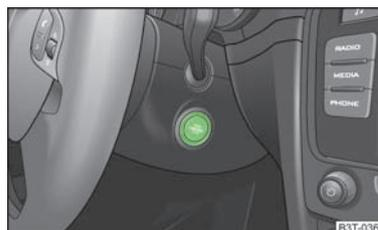

Fig. 114
- Spegnerne il motore o disattivare l'accensione premendo il pulsante dello starter » fig. 114.
► Premendo brevemente il pulsante starter, ► fig. 114 l'accensione sarà attivata.
► Premendo brevemente il pulsante starter, ► fig. 114 l'accensione sarà disinserita.
► Tenere premuto il pulsante starter per ► fig. 114 oltre 1 secondo o due volte entro 1 secondo.
► Tenere premuto il pedale della frizione sino a quando il motore si avvierà. ► fig. 114
- Premendo il pulsante starter, spegnere il motore. » fig. 114 Contemporaneamente si disattiverà anche l'accensione.